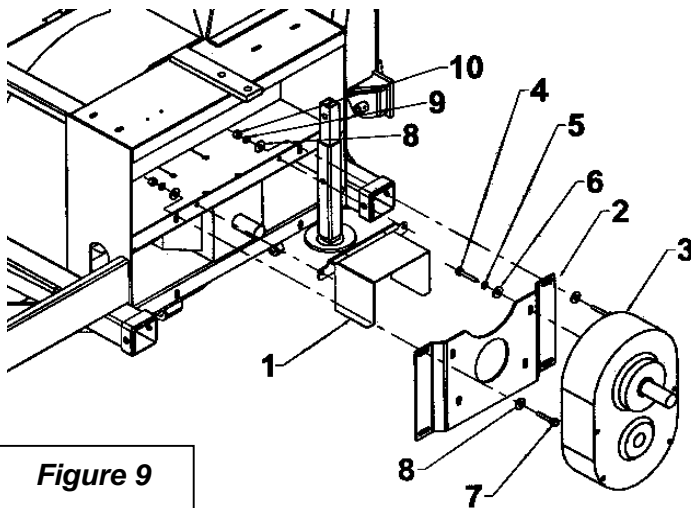

Figure 9
Installation de la Boîte de Réduction 8097 (Option) (Figure 9)
1. Ajuster la tension de la chaîne après dix (10) heures d'opération. Pour ce faire, vérifier le jeu entre l'arbre d'entrée et l'arbre de sortie de la boîte de réduction (Fig.9, item 3) en tournant l'arbre d'entrée dans les 2 sens sans que l'arbre de sortie ne tourne. Un jeu de 10° ou 15° nécessite un ajustement: